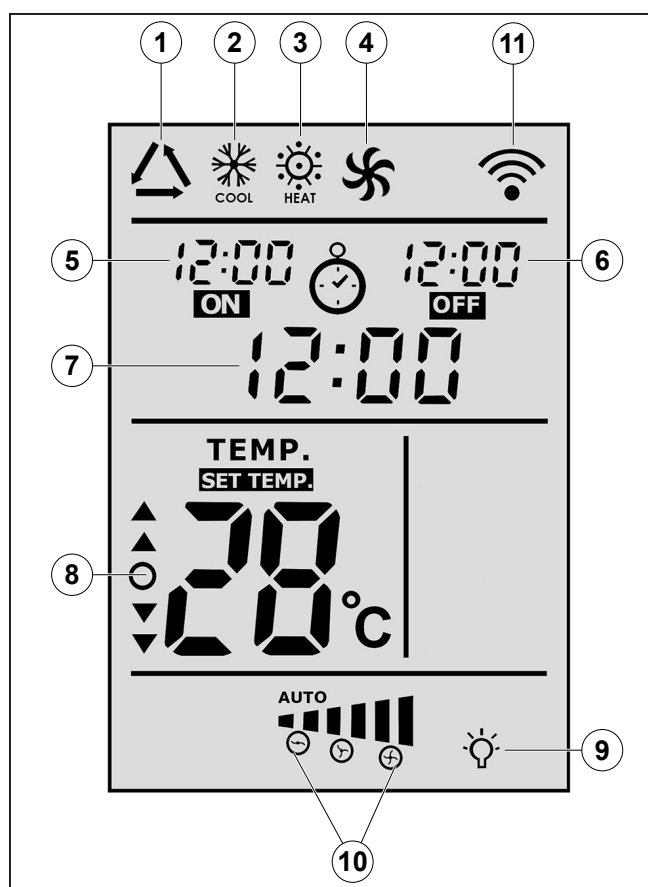

Fig. 4
1. **Display** (voor de details zie fig. "Fig. 4")